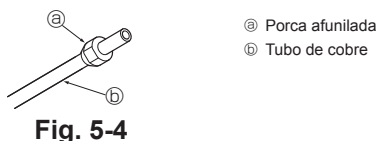

Fig. 5-4
5.2.3. Colocação da porca (Fig. 5-4)